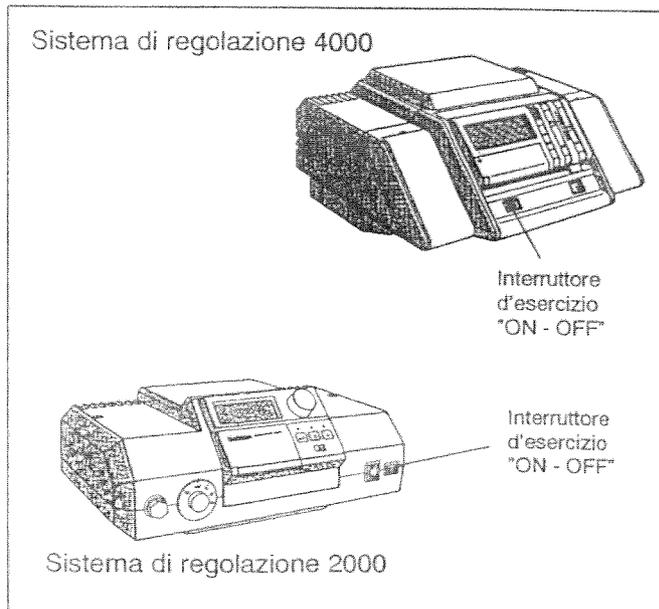

Fig. 28: Sistemi di regolazione 4000 e 2000
- Regolare l'interruttore di esercizio (Fig. 28) sulla posizione 0 (OFF).